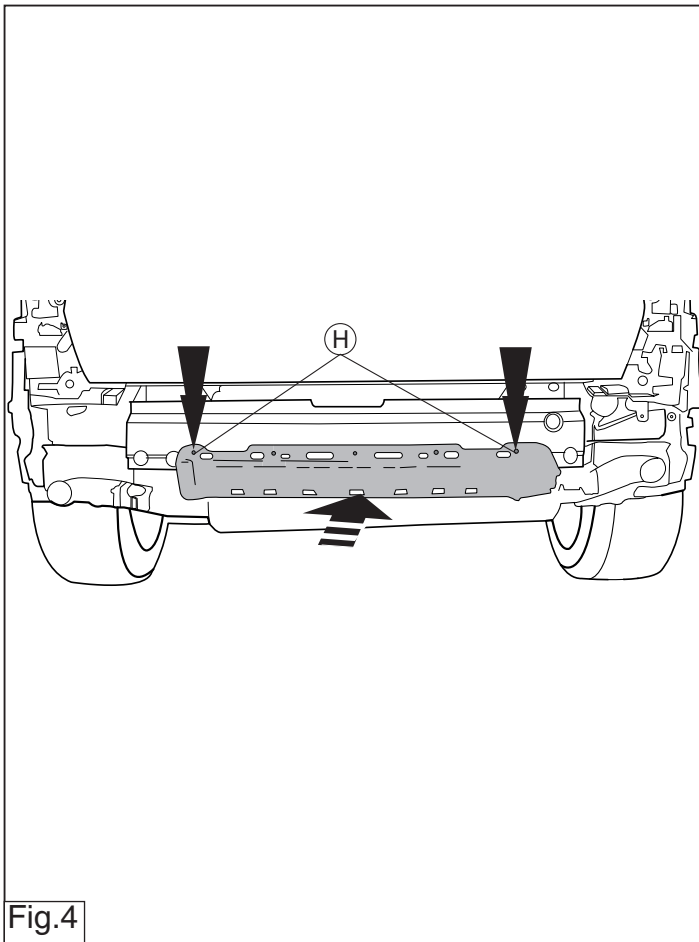

Fig.4
8. Установить пластмассовый корпус на поперечный брус буксирного крюка в точках H. См. рисунок 4.